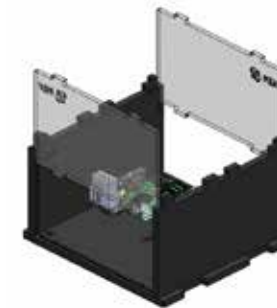

Рисунок 56. Установка двух панелей
3) Закрепить две прозрачные панели на нижнем основании. Для этого каждую панель провести по направляющим в стенках до основания и защелкнуть (рисунок 56):